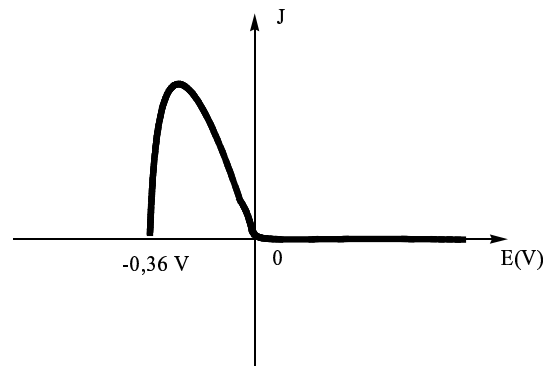

Figure 4
3. Comparer au comportement anodique du titane en présence d'ions chlorure en milieu désaéré (Figure 4).